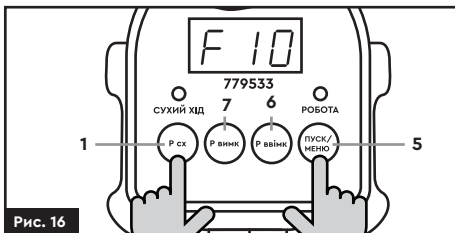

Рис. 16
Для переходу до меню налаштування одночасно натисніть кнопки «Р сх» (1) та «ПУСК/МЕНЮ» (5). На дисплеї почне блимати напис «F10» (рис. 16).
Щоб збільшити значення часу, короткочасно натисніть на кнопку «Р вимк» (7) (рис. 16).
Щоб зменшити значення часу, короткочасно натисніть на кнопку «Р ввімк» (6) (рис. 16).
Тривалим натисканням на кнопку «Р вимк» (1) та «Р ввімк» (6) (рис. 16) значення часу змінюється прискорено.